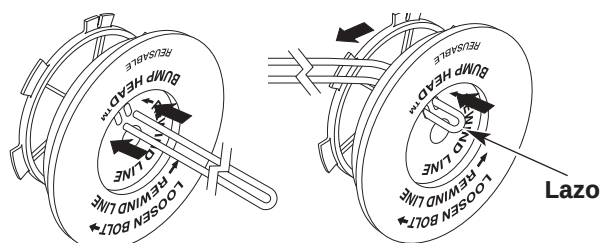

Fig. 31
6. Tome aproximadamente 12,2 m (40 pies) de nueva línea de corte, enlázela en dos longitudes iguales. Inserte cada extremo de la línea a través de uno de los dos orificios del carrete interior (Fig. 31). Pase la línea a través del carrete interior de modo que el lazo sea lo más pequeño posible.